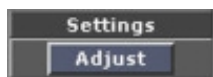

Imagen 6-42
- Haga clic en **Adjust**. (imagen 6-42)